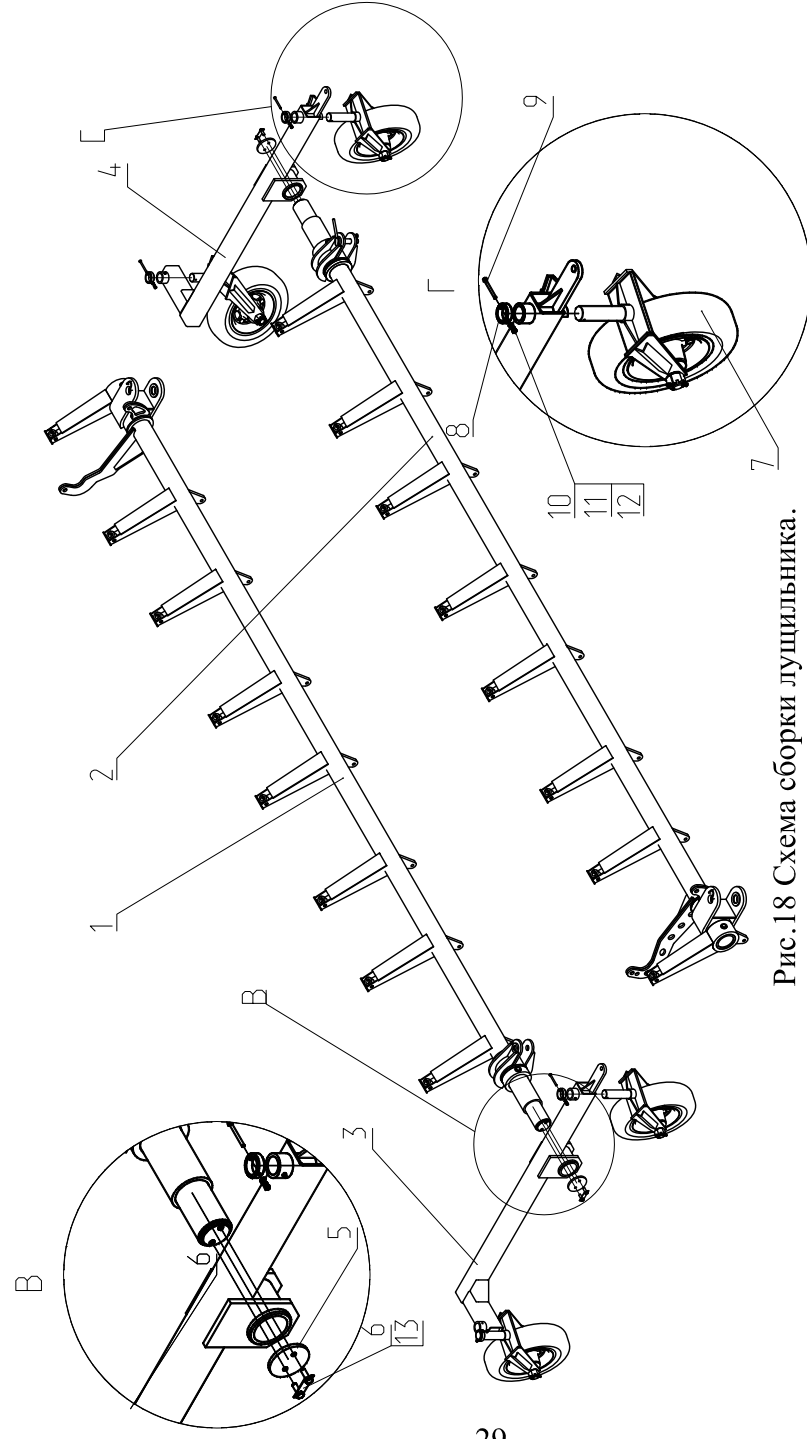

Рис.18 Схема сборки луцильника.
- брус поз. 1 Рис. 18В установить на подложки так, чтобы расстояние от поверхности земли до трубы сницы было не менее 650 мм;
- траверсу поз. 3 одеваем на цапфу бруса и закрепляем ее на брус, используя шабу поз. 5, шайбу стопорную поз. 6 и болты М12х30 поз. 13. Аналогично собираем траверсу поз. 4 с брусом поз. 2 Рис. 18;
- колесо в сборе с вилкой Рис. 18Г вставить во втулку траверсы и при помощи кольца поз. 8, болта М8х90 поз. 9, шайбы 8.65Г поз. 10, шайбы 8 поз. 11 и гайки поз. 12 закрепить его. Остальные колеса собираются аналогично;